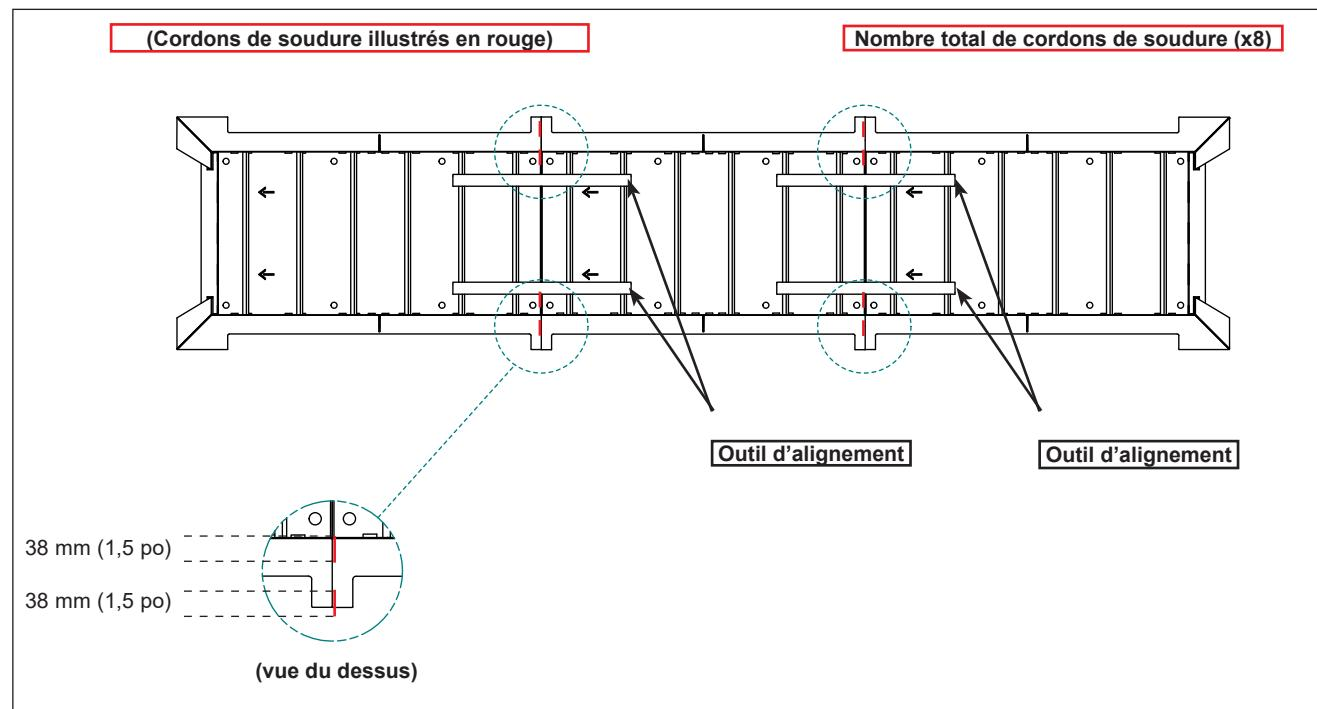

Figure 23
1. Mettre les plaques de roulage provisoirement en place en respectant les distances entre les éléments, à l'aide des outils d'alignement fournis. Voir figure 23.
5. Attacher les éléments de plaque de roulage l'un à l'autre par soudage à l'arc. Voir **figure 23** à la page 23.